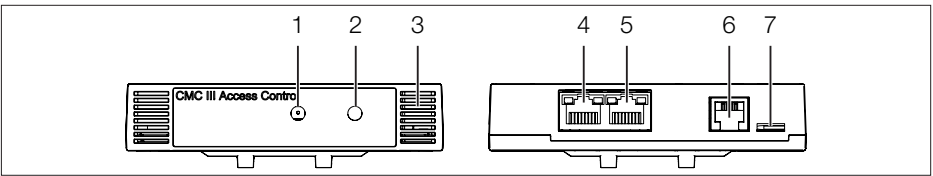

Imagen 5: Elementos de mando e indicación, conectores y conexiones
Los elementos de mando e indicación se muestran en la imagen 5.
#### Leyenda de la imagen 5
- Conecte, en caso necesario, los siguientes accesorios de conexión a la conexión correspondiente (imagen 5, pos. 6, 7).
- Conecte el Control de acceso a la PU CMC III o la PU Compact, o bien a los elementos próximos en el CAN-Bus (imagen 5, pos. 4, 5) mediante un cable de conexión CAN-Bus.